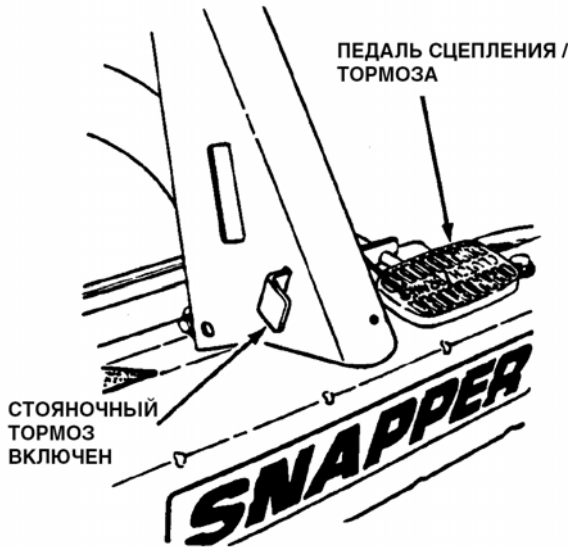

Рис. 2.16
1. Включите стояночный тормоз, нажав педаль сцепления / тормоза до упора и передвинув фиксатор стояночного тормоза влево, чтобы зафиксировать педаль в нажатом состоянии. Как только фиксатор заблокировал педаль, стояночный тормоз установлен. См. рис. 2.16.